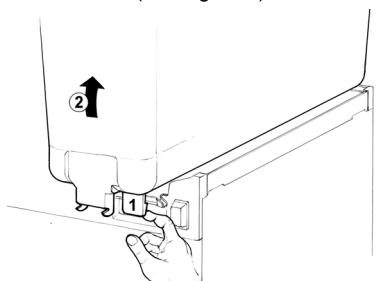

figura 1
**2** Para desmontar a cuba puxe a lingüeta (1) para frente ao mesmo tempo em que a cuba é levantada pelo lado da válvula (2), desencaixando-a da trava existente na parte posterior da base (vide figura 1).